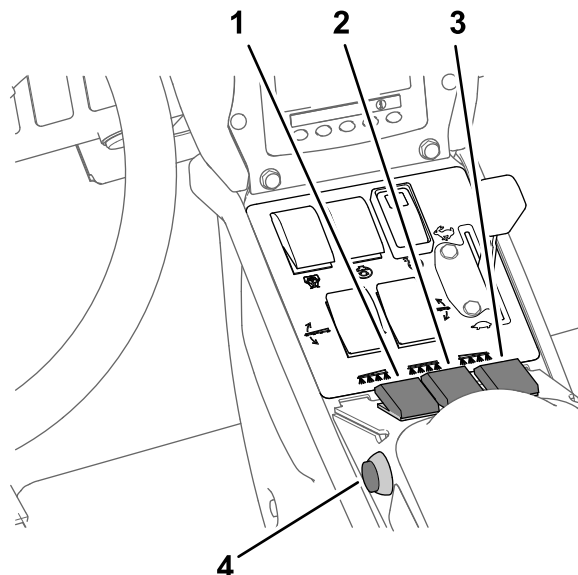

图 36
7. 将打药机喷洒臂段开关设定至开启位置图 36。
10. 以所需速度行驶然后将主喷洒臂段开关设定至开启位置开始喷洒图 36。
3. 将主喷洒臂开关设定至关闭位置请参阅 以喷洒率模式喷洒 \(页码 28\) 中的 图 36。
7. 需要时将单个喷洒臂段开关设定至开启位置请参阅 以喷洒率模式喷洒 \(页码 28\) 中的 图 36。
9. 以所需速度行驶然后将主喷洒臂段开关设定至开启位置开始喷洒请参阅 以喷洒率模式喷洒 \(页码 28\) 中的 图 36。